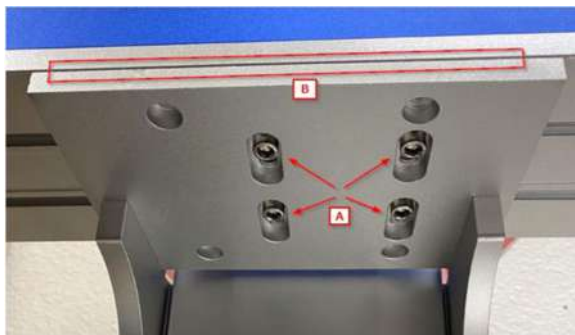

Рисунок 6
4. На нижней стороне узла головки эмиттера есть четыре (4) винта с внутренним шестигранником (Рисунок 6 «А»).